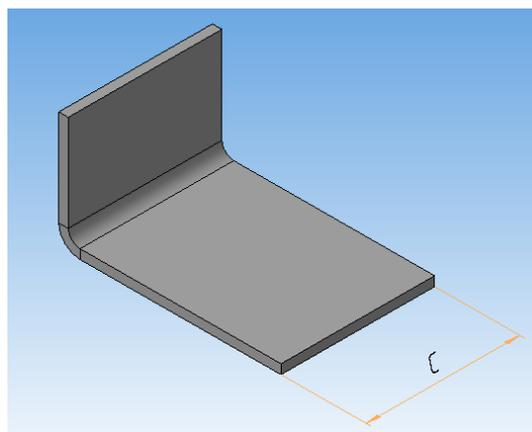

Рисунок 68.
6. Нажать «Создать объект» , системой будет построено листовое тело (рисунок 68).